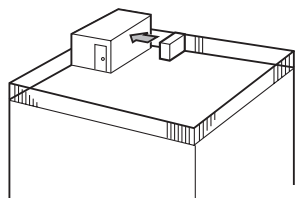

Fig. 2-4
(1) Coloque la salida de aire de frente a la pared más próxima a una distancia de unos 50 cm de ella. (Fig. 2-4)